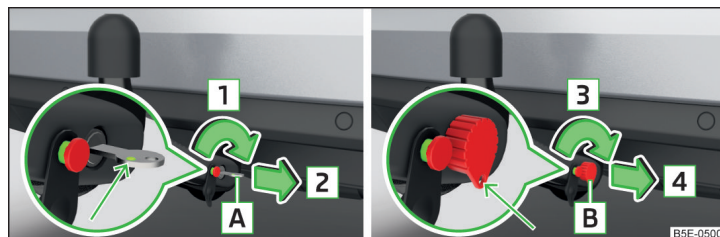

Fig. 302 Bloquear cerradura: Variante de llave 1 / variante de llave 2
- Gire la llave **A** en el sentido de la flecha **1** de manera que la marca verde muestra hacia arriba » fig. 302.
- Gire la llave **B** en el sentido de la flecha **3** de la manera, que la argolla de llave muestra hacia abajo » fig. 302.